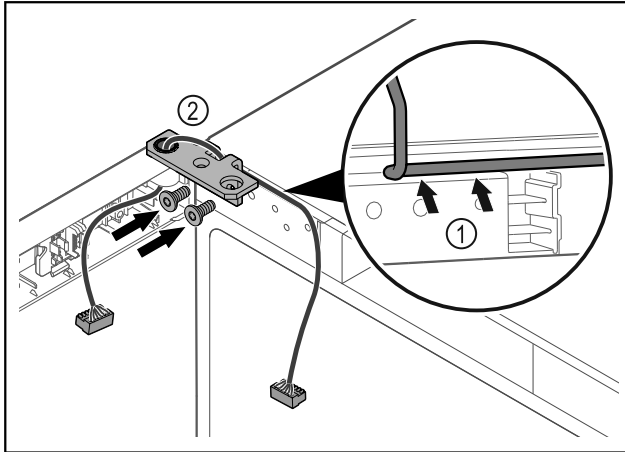

Fig. 41
- ▶ Vie kaapeli saranakulman aukon läpi ja aseta se varovasti paikalleen Fig. 41 (1).
- ▶ Kiinnitä saranakulma Fig. 41 (2) ruuveilla paikalleen.